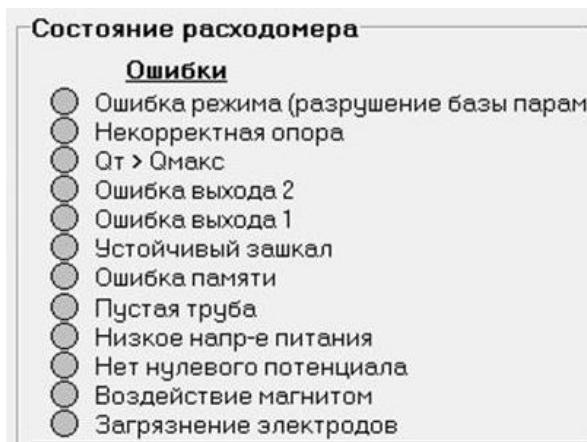

Рис.18. Вид области «Состояние расходомера».
2.10.1. Список ошибок (неисправностей) и нештатных ситуаций, диагностируемых в работе расходомера, содержится во вкладке **Измерения** в области **Состояние расходомера** (рис.18).